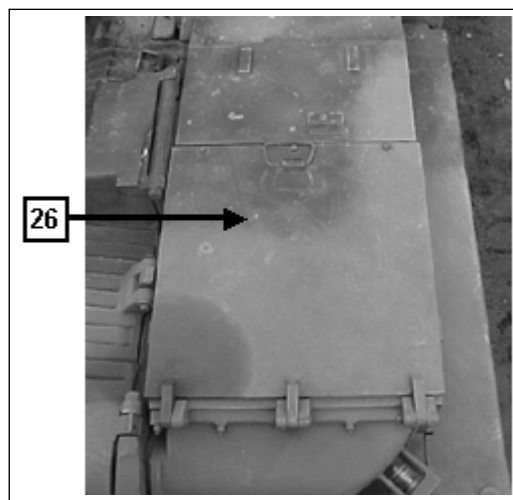

Fig 8-13. Tampas dos filtros de ar do motor
(31) Verificar se as tampas dos filtros de ar do motor (26) estão seguras. (Fig 8-13)
(32) O suporte do periscópio infravermelho do Motr e defletor de cartuchos devem ser removidos para permitir uma rápida evacuação do Motr em caso de emergência.